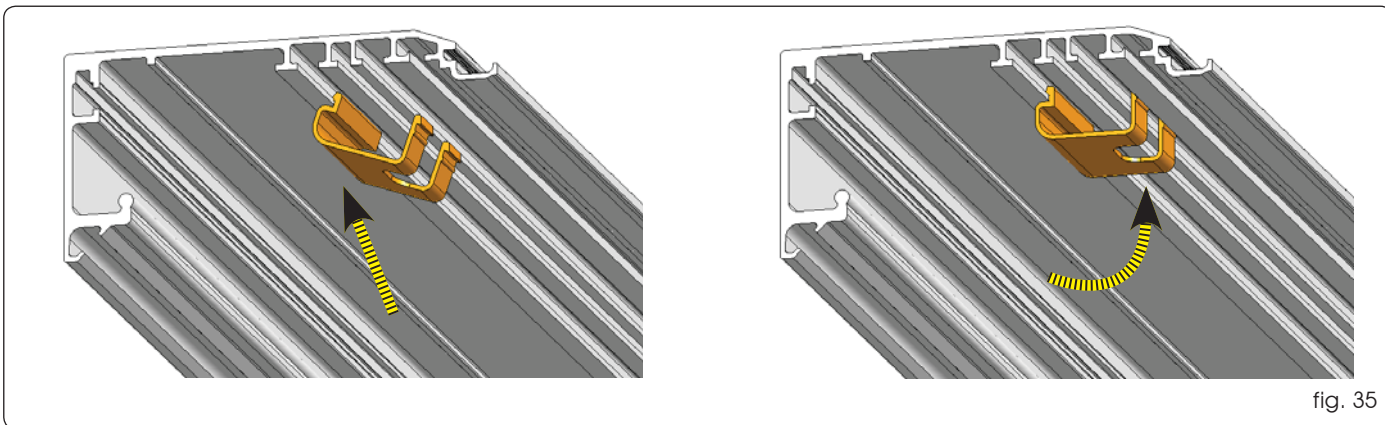

fig. 35
Inserte a presión los canales pasacables en el alojamiento del perfil de sostén, tal y como se indica en la fig. 35.
- Utilice los canales de cables adecuados y colóquelos correctamente (fig. 35), para que los hilos se deslicen dentro del perfil de sostén, evitando así que entren en contacto con partes en movimiento.